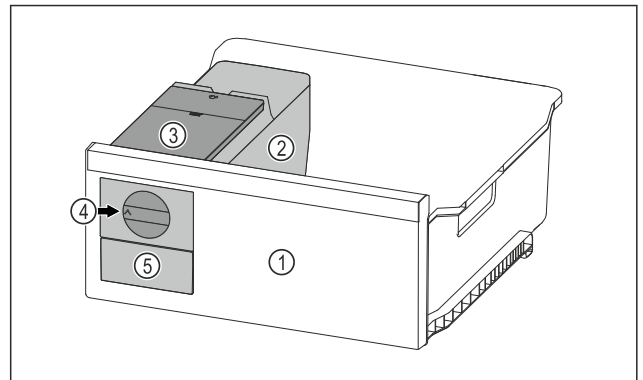

Fig. 120 Immagine a titolo di esempio
- ▶ Ruotare la manopola Fig. 120 (4) verso destra finché non si arresta.
- ▷ I cubetti di ghiaccio cadono dalla ciotola dei cubetti di ghiaccio nel cassetto dei cubetti di ghiaccio Fig. 120 (5). Se non tutti i cubetti di ghiaccio fuoriescono dalla ciotola dei cubetti di ghiaccio: